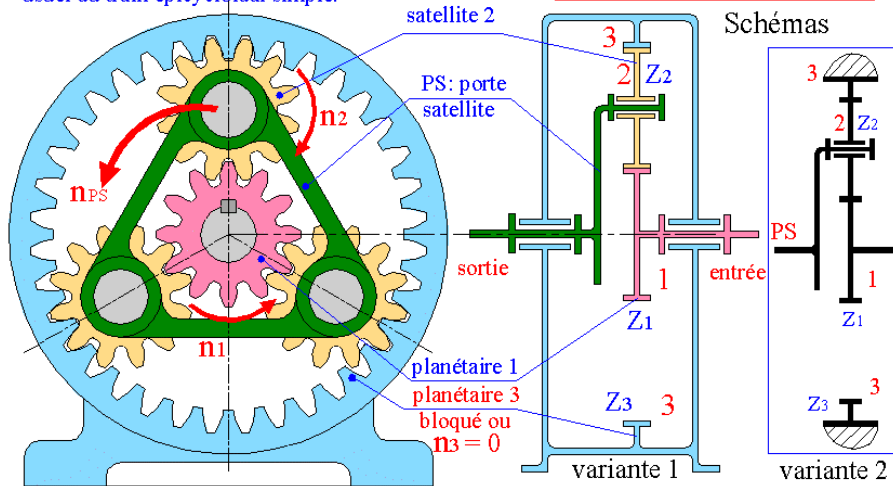

Figure 8
a) Fonctionnement avec planétaire 3 bloqué ($n_3 = 0$) Figure 8